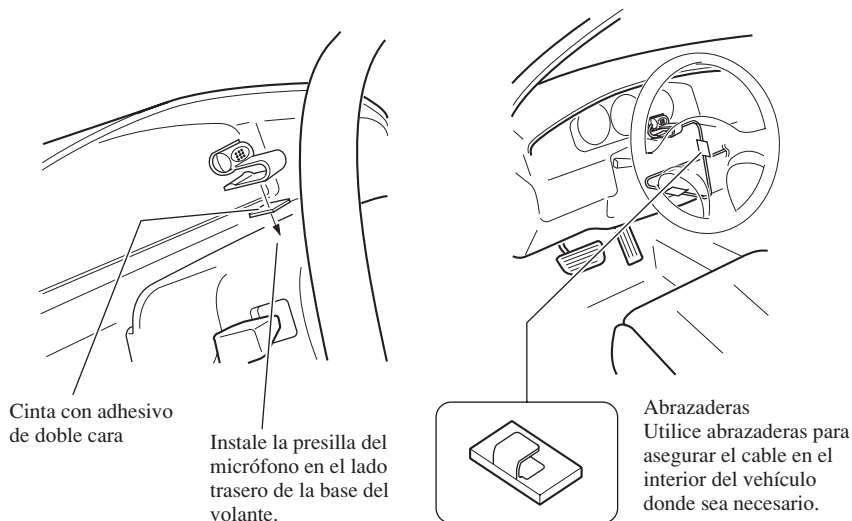

Fig. 22
2. Instale la presilla de micrófono en la base del volante. (Fig. 22)